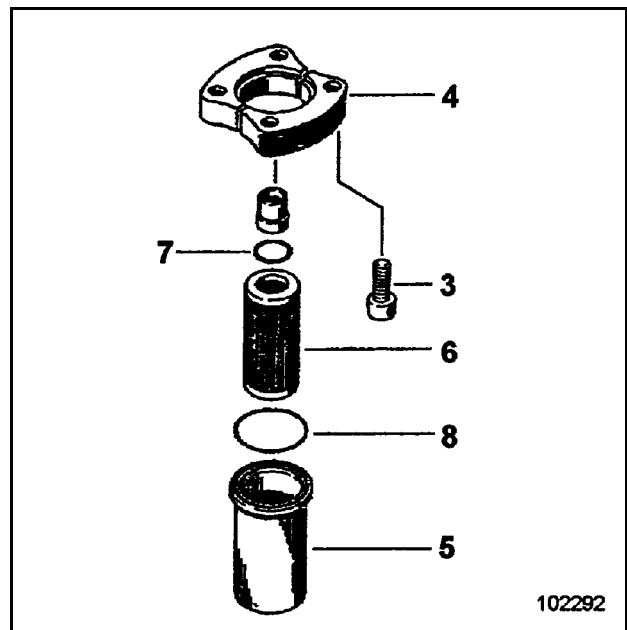

Fig. 3-82:
- Flansch (4, Fig. 3-82:) lösen.
- Filterelement (6) aus dem Filtergehäuse (5) ziehen.
- Neues Filterelement ins Filtergehäuse (5) einsetzen und mit neuen, leicht eingöltem Dichtring (8) an Filterkopf anbauen.
- Neues Filterelement (6, Fig. 3-82:) einbauen und mit einem neuen leicht eingöltem Dichtring (7) zusammenbauen.